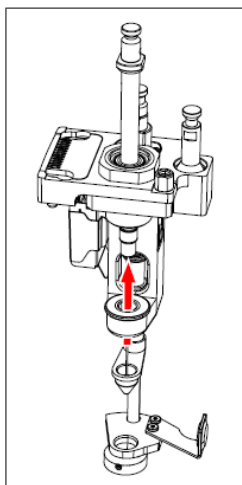

Figura 8 Detalle de como retirar la jeringa de la herramienta PSM.
7.5.7 Tome la jeringa del medio con el dedo pulgar y el índice y presione hacia arriba despacio de manera de la cabeza de la jeringa sobresalga de la herramienta PSM. Ver figura 8. Jale la jeringa de la cabeza que sobresale y sáquela completamente de la herramienta PSM.